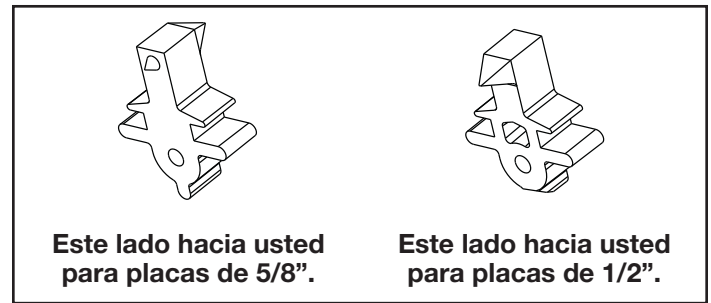

Figura 27. Orientación de los listones
5. Según el tamaño de placa (5/8" o 1/2"), determine qué lado del listón mirará hacia usted (consulte la Figura 27).